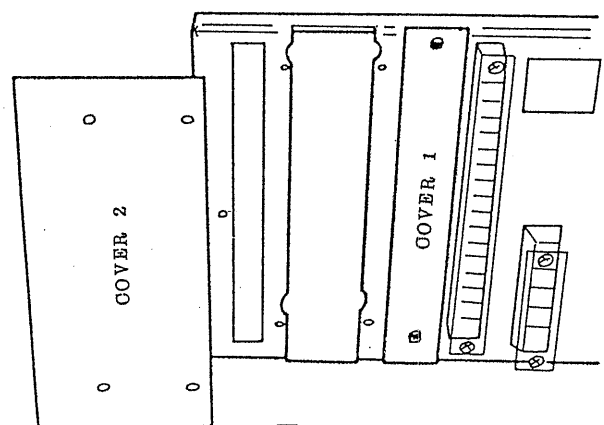

図 7
- (4) PAE 本体の電源コードをコンセントから抜き、後面のカバー 2 をはずします。（図 7）